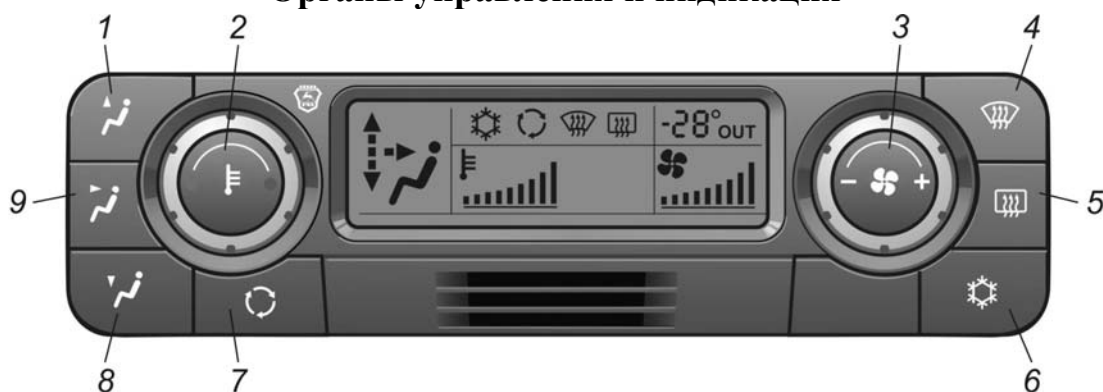

Рис. 8.1. Пульт управления отопительно-вентиляционной и климатической установкой
– установить степень нагрева воздуха, выходящего из отопительно-вентиляционной установки, вращая рукоятку 2 (рис. 8.1). Степень нагрева будет условно отображаться на индикаторе .
– установить производительность вентилятора, вращая рукоятку 3 (рис. 8.1). Производительность вентилятора условно отображается на индикаторе .
– установить комфортное распределение воздуха, используя кнопки 1, 8 и 9 (рис. 8.1).
Для достижения максимальной эффективности отопления, а также чтобы изолировать салон от неприятных запахов и дыма можно включить режим рециркуляции, нажав на кнопку 7 (рис. 8.1), при этом на дисплее должен высветиться символ . Режим рециркуляции автоматически выключается через 10 минут. Принудительное выключение режима рециркуляции осуществляется повторным нажатием на кнопку 7 (рис. 8.1). После остановки и последующего пуска двигателя заслонка рециркуляции автоматически переводится в режим забора наружного воздуха.
Для быстрого удалением конденсата или инея со стекол (повышенная влажность, большое число пассажиров, обледенение стекол) можно воспользоваться режимом размораживания (просушивания), для чего нажать на кнопку 4 (рис. 8.1). В этом режиме система включает вентилятор и выработку тепла на максимальную производительность и переводит весь поток воздуха на обдув стекол, при этом на дисплее высвечивается символ . Повторное нажатие на кнопку 4 приводит систему в исходное состояние и символ  гаснет. Если при включенном режиме размораживания (просушивания) остановить и вновь пустить двигатель, система автоматически начнет работать в обычном режиме.
Для включения обогрева зеркал заднего вида (в вариантном исполнении) необходимо нажать на кнопку 5 (рис. 8.1) при этом на дисплее высветится символ . Обогрев зеркал автоматически выключается через 10 минут. Повторное нажатие на кнопку 5 приводит к включению обогрева еще на 10 минут. Если выключить зажигание до истечения десяти минут, то при последующем включении зажигания обогрев не включится. Можно принудительно выключить обогрев до того как он выключится автоматически, повторно нажав на кнопку 5.
С помощью кнопок 1, 8 и 9 (рис. 8.1) можно перераспределять поток воздуха в трех функциональных направлениях: в ноги водителя и пассажиров; на ветровое стекло и боковые стекла дверей; в зону груди через дефлекторы вентиляции. Текущее состояние распределения отображается на индикаторе дисплея.
Последовательно нажимая на кнопку 1 (рис. 8.1), можно переключить весь поток воздуха на ветровое стекло. На индикаторе будет отображаться верхний треугольник и три вертикальных сегмента (воздух подается в дефростеры ветрового стекла, дефростеры боковых стекол и боковые дефлекторы вентиляции).
Последовательно нажимая на кнопку 8 (рис. 8.1), можно переключить весь поток воздуха в зону ног. На индикаторе будет отображаться нижний треугольник и три вертикальных сегмента (воздух подается в патрубки обдува ног водителя и переднего пассажира).
Используя кнопки 1 и 8 (рис. 8.1), можно добиться комфортного распределения воздуха, установив одно из промежуточных положений, например 25% на стекло и 75% в ноги. Индикатор на дисплее будет отображать верхний и нижний треугольники и два вертикальных нижних сегмента (оптимальное распределение для холодного времени года).
Нажав на кнопку 9 (рис. 8.1), можно включать подачу воздуха в центральные дефлекторы вентиляции. Индикатор на дисплее будет высвечивать боковой треугольник и горизонтальный сегмент дополнительно к описанным выше символам (воздух дополнительно подается в центральные дефлекторы вентиляции). Повторное нажатие выключает подачу воздуха в центральные дефлекторы. Включение подачи воздуха в центральные дефлекторы возможно только при наличии потока на ветровое стекло.
Управление системой кондиционирования автомобилей ГАЗ-3302 и мод., ГАЗ-2705 и мод. осуществляется с пульта управления климатической установкой, расположенного на панели приборов. Для включения кондиционера необходимо нажать на кнопку 6 и установить необходимую производительность вентилятора ручкой 3 (рис. 8.1). При этом на дисплее отобразятся соответствующие символы. Для выключения кондиционера необходимо повторно нажать на кнопку 6.
Управление передним охладителем осуществляется с пульта управления климатической установкой, расположенного на панели приборов. Для включения переднего охладителя необходимо нажать на кнопку 6 и установить необходимую производительность вентилятора ручкой 3 (рис. 8.1). При этом на дисплее отобразятся соответствующие символы. Для выключения кондиционера необходимо повторно нажать на кнопку 6.
После длительной стоянки закрытого автомобиля в солнечную жаркую погоду, рекомендуется на несколько минут открыть двери или окна, проветрить салон, затем включить кондиционер в режиме рециркуляции, для чего нажать кнопку 7 (рис. 8.1). Режим рециркуляции будет работать в течение 10 мин., затем автоматически переключится на забор воздуха снаружи.